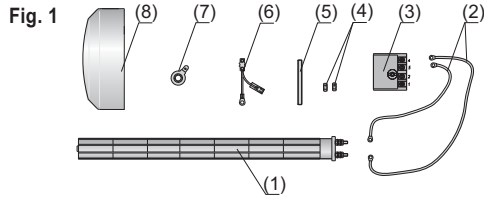

Fig. 2.1
- 2.1: Desmontar el panel de la boca lateral del depósito (9) (fig.2.1).